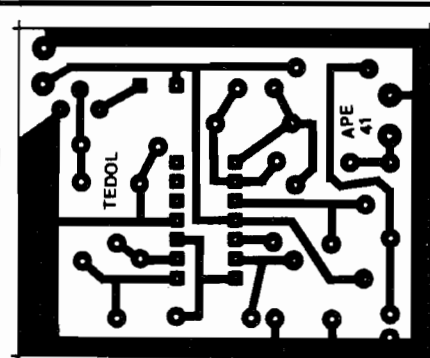

Fig.2
- FIG. 2 - LAY OUT DO CIRCUITO IMPRESSO ESPECÍFICO - Em tamanho natural (escala 1:1), a figura mostra o arranjo de ilhas e pistas na face cobreada da placa de Circuito Impresso do TESTA-DOLAR... O padrão é bastante simples, e mesmo o Hobbysta iniciante não encontrará grandes dificuldades na sua elaboração, usando tinta especial (ácido-resistente) ou os decalques apropriados, existentes no varejo de Eletrônica. Como sempre, recomendamos os cuidados e
Como o circuito do TESTA-DOLLAR envolve o trabalho de amplificação em ganho muitíssimo elevado, a partir de sinais iniciais muito fracos, mais ainda devem ser enfatizados os cuidados com os comprimentos dos fios e cabagens (quanto menores forem, melhor...). Quem puder obter uma caixinha metálica, nas convenientes dimensões, poderá usá-la, com vantagens no sentido da blindagem geral do circuito, bastando ligar, eletricamente, o próprio corpo desse container à linha do negativo da alimentação geral, ou diretamente à "barra de terra", aquela faixa cobreada mais larga que circunda toda a placa do Impresso (ver fig. 2).